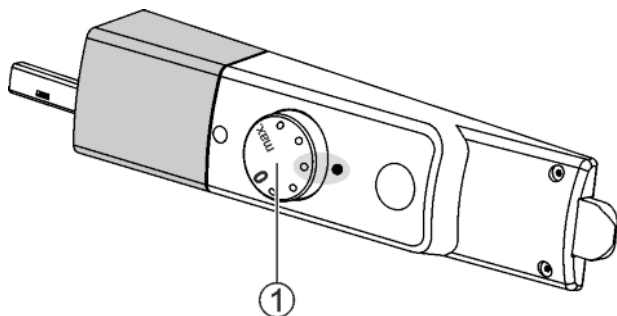

Fig. 3
- ▶ Поверните регулятор температуры Fig. 3 (1) вправо с положения 0 в положение 3.